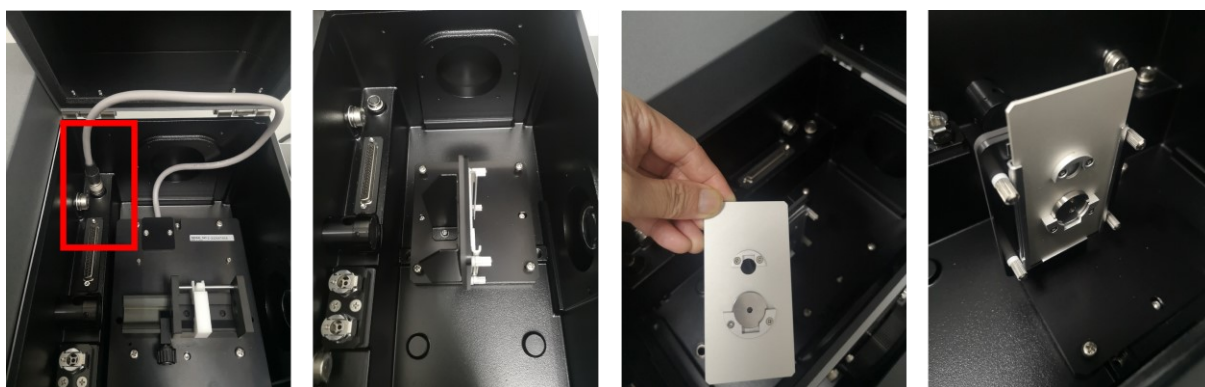

图 6-6 固体样品池的安装和粉末样品的上样
2. 固体样品池的安装和粉末样品的上样：如图 6-6 所示，先关机卸载液体样品支架，只需要拔掉样品仓的电缆线就可以将液体样品支架取出，然后将固体支架根据光路调整位置，在正确的位置放置后会平稳固定，再将压制成型的粉末样品放入支架中完成上样。